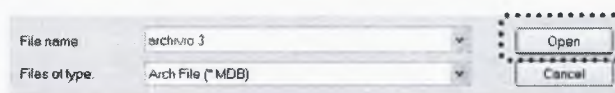

Рисунок 177
– выберите направление (по умолчанию – **Архивы**) и имя нового архива, который вы хотите создать (см. рисунок 177);